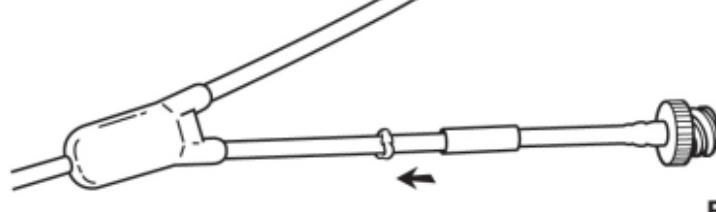

Fig. 14
5. Skjut in ersättningsslängens metallkanyl helt och hållit i grenslängen. (Fig. 14)